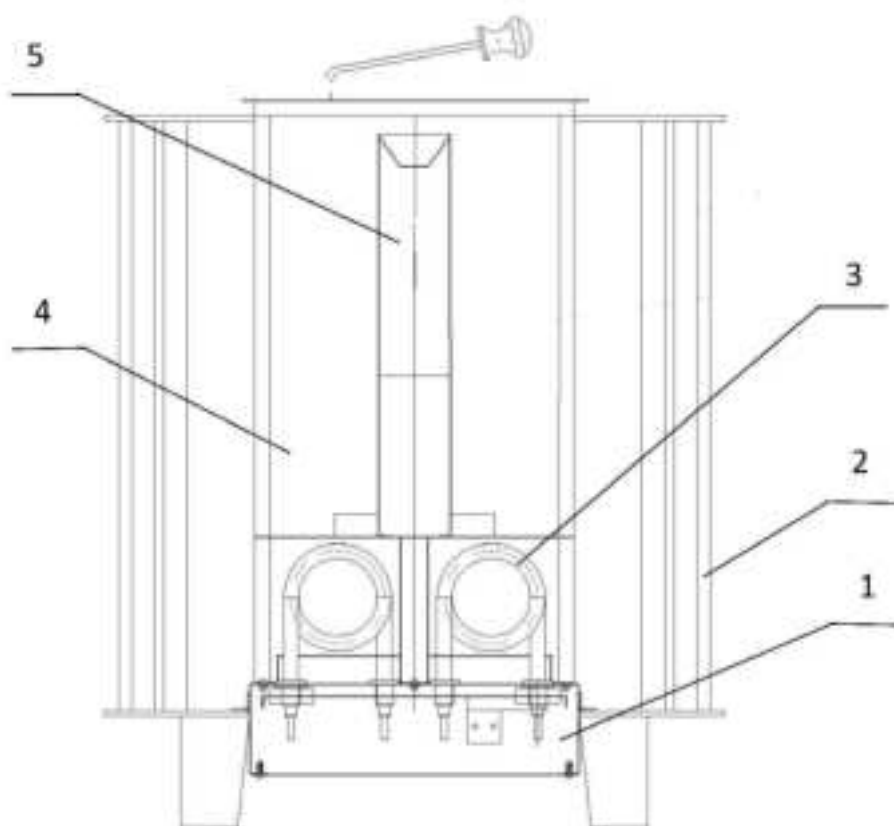

Рис.2
1.4.2 Электрический нагреватель (ЭН) состоит из блока ТЭНов (поз.1 рис.2) и наружного ограждения (поз.2 рис.2).
Блок ТЭНов представляет собой основание коробчатого сечения из нержавеющей стали, на котором расположены трубчатые электрические нагреватели (поз.3 рис.2) мощностью 1,0 или 2,0 кВт в различных комбинациях, в зависимости от мощности Устройства.
На блоке ТЭНов также расположена стальная емкость с крышкой (поз.4 рис.2), заполненная камнем для парообразования. Камень, находящийся в этой емкости, изолирован от окружающей среды, что обеспечивает более высокую его температуру и благоприятно сказывается на качестве пара.
Внутри емкости имеется стакан из нержавеющей стали с вмонтированным в него теплоаккумулятором (поз.5 рис.2). При эксплуатации печи залитая в стакан вода непрерывно кипит, увлажняя воздух парного помещения. В нижней части блока ТЭНов размещен клеммник для подключения ЭН к ПУ. Блок ТЭНов устанавливается в проем нижнего листа наружного ограждения. Наружное ограждение выполнено в виде сборной конструкции из стального проката и окрашено жаростойкой эмалью. Внутрь ограждения укладывается колотый камень (габродиабаз, талькохлорит или кварцит).